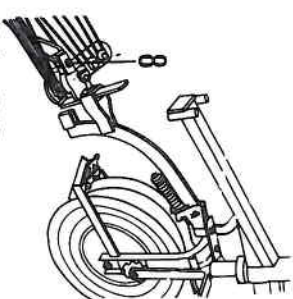

Abb. 158
Während der mittlere Furchenstriegel am U-Laufrad befestigt wird – Abb. 158 – wird der rechte und linke am gefederten Lagerarm (5) befestigt. Dazu wird der Splintbolzen (6) herausgeschlagen, die Anschlußgabel (7) des Furchenriegels übergesteckt und ein längerer Splintbolzen (am Furchenstriegel vorhanden) wieder eingesetzt. Nach Lösen der Klemmschraube (8) läßt sich der Furchenstriegel wahlweise einstellen.